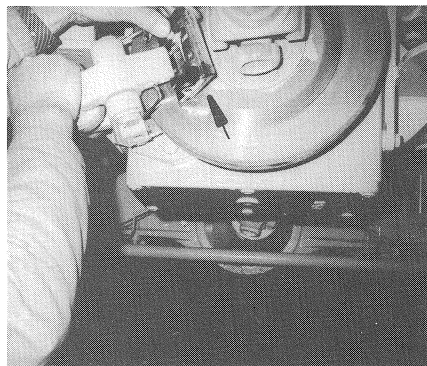

Bild 55
(3) Bremsklotz nach oben herausziehen (Bild 55/Pfeil).
- (3) Draw out brake pad to the top (Fig. 55/arrow).
- (3) Retirer la plaquette de frein vers le haut (fig. 55/flèche).